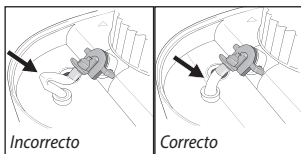

Fig. 6
- Controle que la boquilla y el tubo de succión estén en su lugar y que el tubo de succión no esté curvado, Fig. 6. Vuelva a colocar la tapa superior en el cuerpo de la unidad.